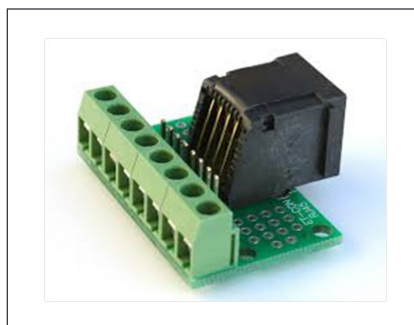

Abbildung 2: Adapter für RJ45
- RJ45-TERM (Gravitech.us) Abb. 2